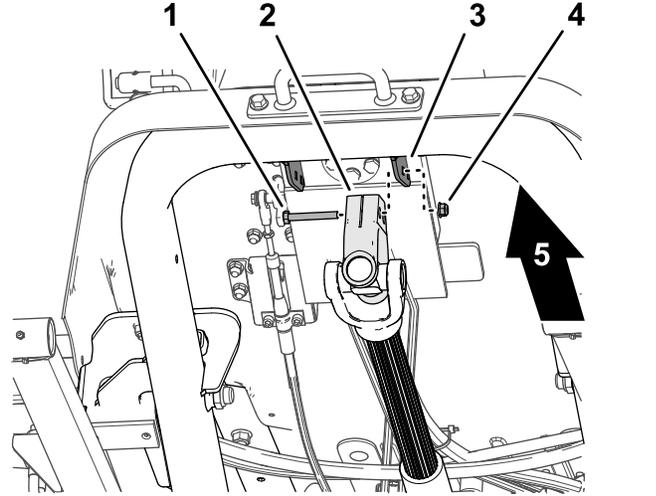

図 16
1. 駆動シャフトを支えながら、駆動シャフトのヨークをステアリングバルブマウントブラケット 図 16 に固定しているキャップスクリューとロックナットを外し、駆動シャフトを慎重に外す。